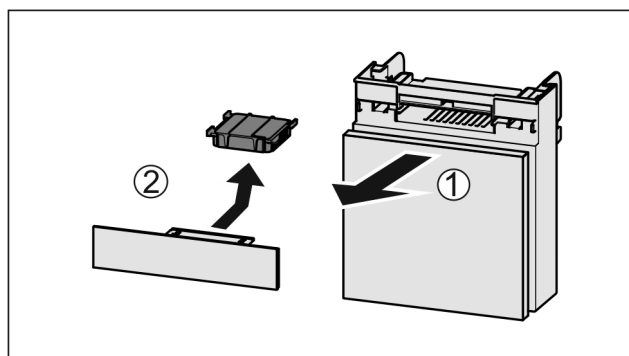

Fig. 98
- ▶ Predal izvlecite Fig. 98 (1) naprej.
- ▶ Odstranite Fig. 98 (2) aktivni ogljeni filter.